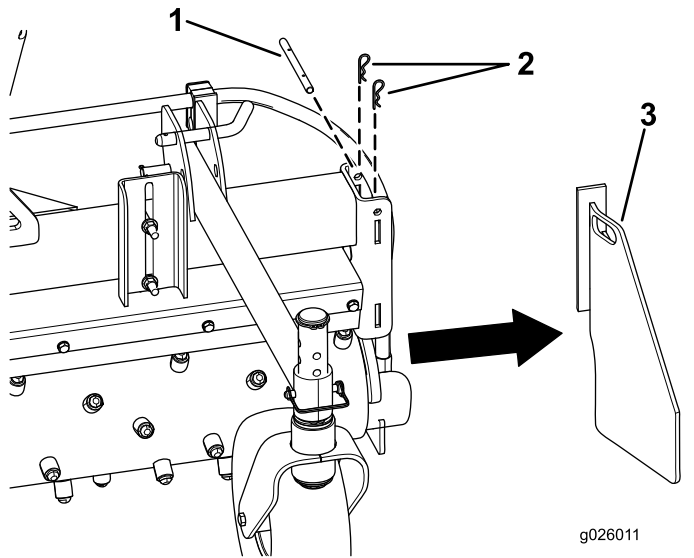

Figura 7
1. Rimuovete le 2 coppie dal perno della piastra terminale (Figura 7).
2. Rimuovete il perno dalla piastra terminale (Figura 7).
3. Rimuovete la piastra terminale (Figura 7).